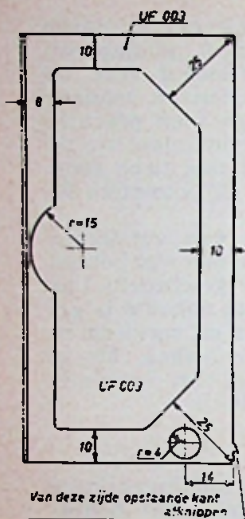
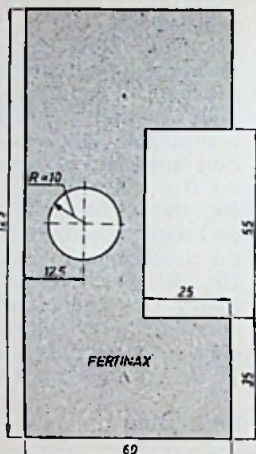

Fig. 6
Fig. 7
Frontplaat no. (5) (aluminium, 135 × 200 × 2 mm) draagt de meter en netschakelaar  $S_2$ . Eventueel ook het signaallampje  $V_4$ . (In het proefmodel bevond het zich in het meterhuis). De chassisdelen van in- en outputstekers zijn op plaat no. (7) gemonteerd. Schakelaar  $S_1$  verbindt mechanisch plaat no. (7) met de frontplaat. Op plaat no. (6) bevindt zich de montageplaat voor de versterker. Hiertoe moet dit onderdeel worden uitgezaagd in het model zoals in fig. 6 is aangegeven. Als montageplaat gebruiken we een 2 mm dik pertinax-plaatje (9), zie ook fig. 10, van de vorm en afmetingen als in fig. 7 is geschetst.